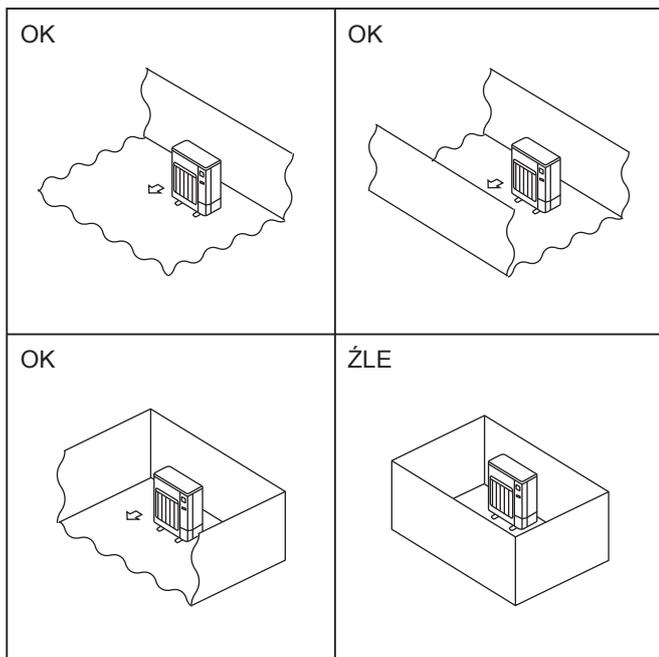

Fig. 2-2
- ⊙ Jednostki zewnętrzne należy instalować w miejscach, które są otwarte z co najmniej jednej z czterech stron i oferują dostatecznie dużą powierzchnię bez zagłębień. (Fig. 2-2).